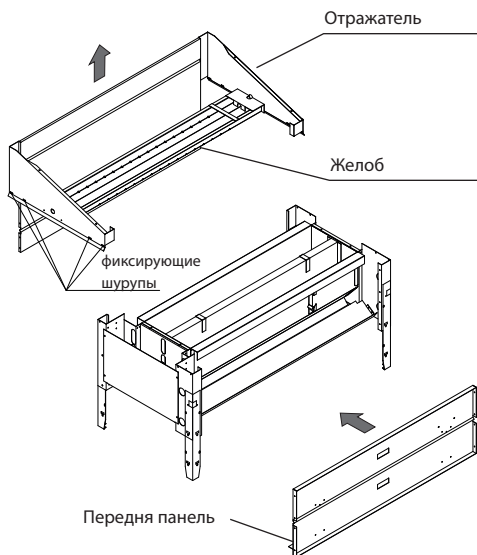

Рис. 3
- Удалите 8 шурупов по бокам верхней отражающей панели (см. рис. 3)